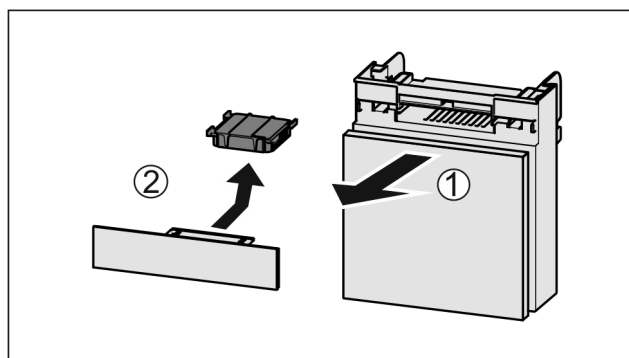

Fig. 272
- Fach nach vorne herausziehen Fig. 272 (1).
- Aktivkohlefilter entnehmen Fig. 272 (2).